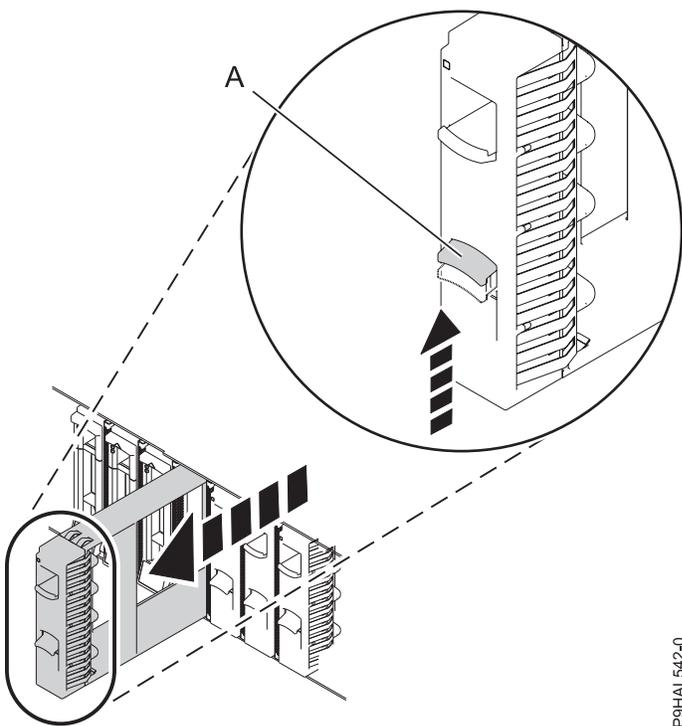

Figure 3. Retrait des panneaux d'obturation DASD
3. Retirez les panneaux d'obturation DASD (Direct-Access Storage Device), comme illustré dans la figure 3.